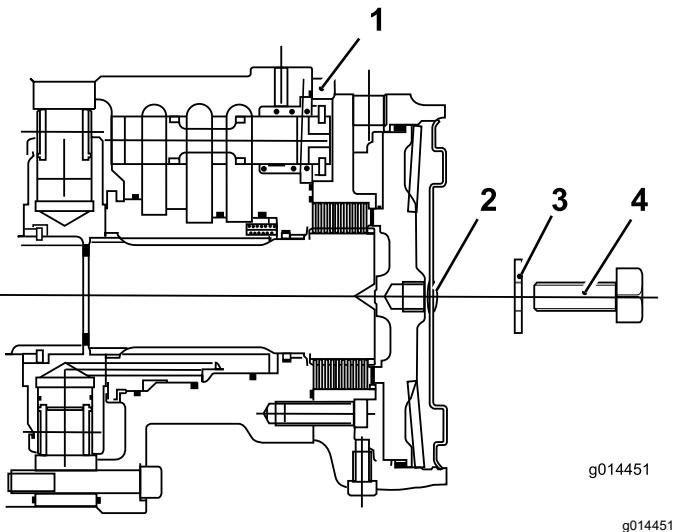

**Figure 50**
- Rangez les 2 boulons (12 x 40 mm) et les 2 rondelles (12 mm) dans les longerons de support de la plate-forme (Figure 50).